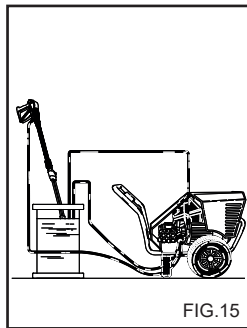

FIG.15
**ANVENDELSE AF ANTFROSTVÆSKE (fig. 15)**